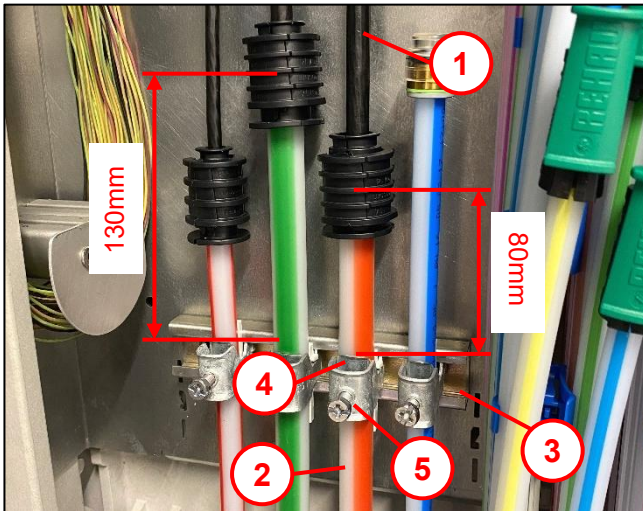

Abb. 19
Beachten: Aus Platzgründen müssen die Mikrorohre (3) (ø10 / ø12) und Einzelzugabdichtungen (2) abgestuft werden, siehe Abb. 19.